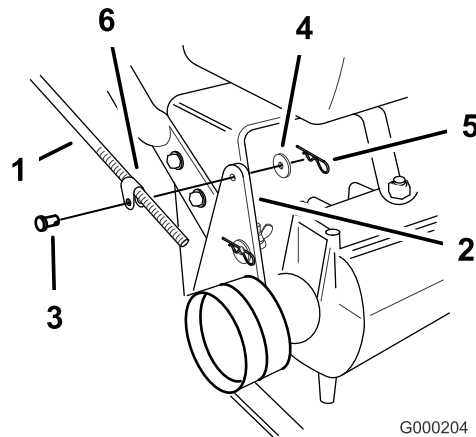

Figura 15
1. Retire o perno de gancho, anilha e passador de forquilha que prendem a união da barra de controle ao suporte intermédio (Figura 15).